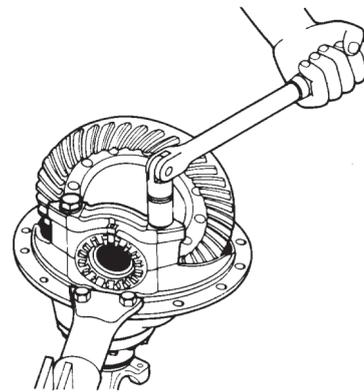

Figura 15
- B. Solte os parafusos dos mancais (Figura 15);